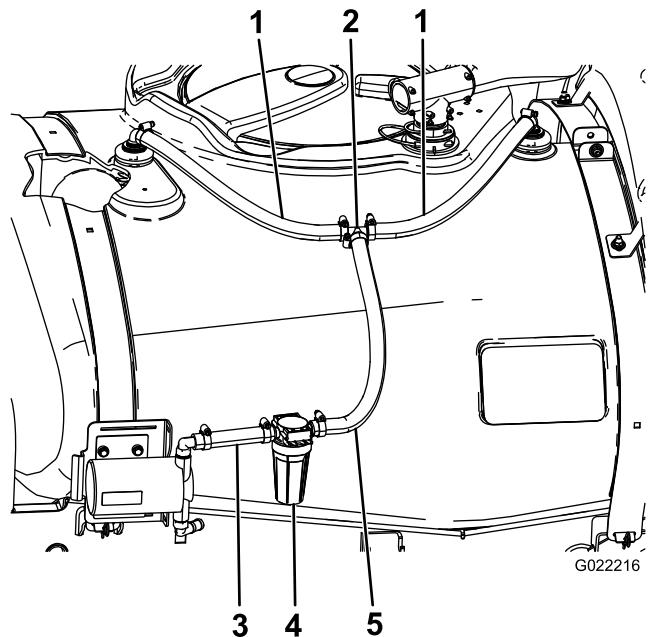

図 10
1. 先ほど取り付けたすすぎノズル・ホースバーブに、それぞれ48 cm ホースを取り付けるホースクランプ2個を使用する図10。
2. ホースの自由端を、T字フィッティングに接続するホースクランプ2個を使用する図10。
1. すすぎフィルタホースの長い方の端を、T字フィッティングに取り付けるホースクランプを使用する図10。
2. すすぎフィルタホースのもう一方の端を、すすぎポンプの上側ホースバーブに接続するホースクランプを使用する図10。